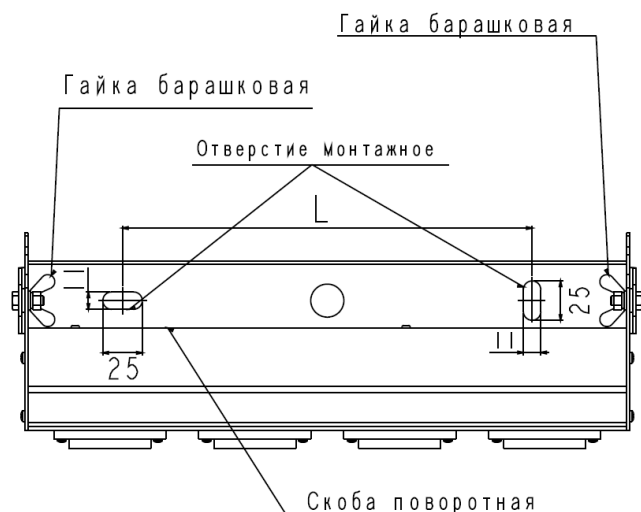

Рис.1
- Размеры монтажных отверстий и их положение указаны на рис. 1, расстояние между монтажными отверстиями: